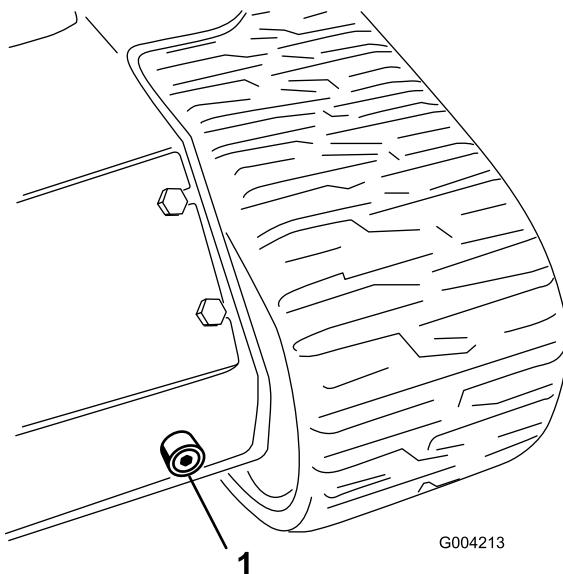

Figura 57
- Coloque un recipiente grande (con capacidad para 56,8 litros) debajo del tapón de vaciado situado en la parte delantera de la unidad de tracción (Figura 57).
- Retire el tapón de vaciado y deje fluir el aceite al recipiente (Figura 57).